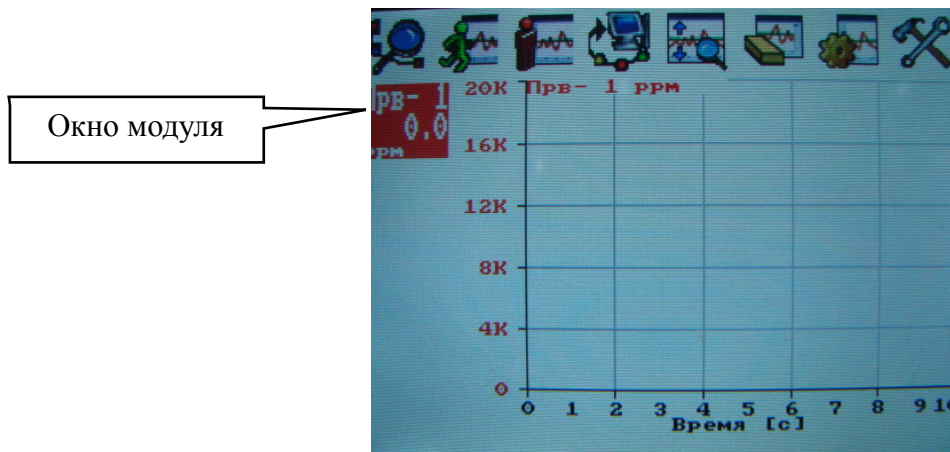

Рис. 2. Экран дисплея
4. Нажмите кнопку **Поиск модулей**  на панели инструментов. Через некоторое время в левом верхнем углу дисплея появится окно измерительного модуля «Проводимость» (рис. 2).